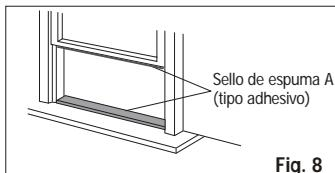

Fig. 8
1. Cortar los sellos de espuma A (tipo adhesivo) a las longitudes adecuadas y adjuntarlos a la ventana y la repisa (Fig. 8).